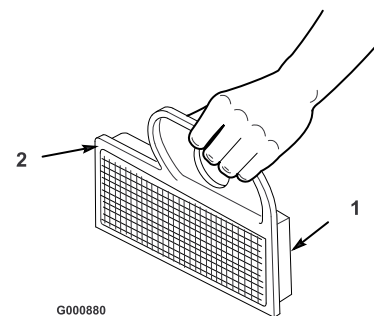

Bild 33
- A. Klopfen Sie den Einsatz leicht auf eine flache Unterlage, um Staub und Schmutz zu beseitigen (Bild 33).